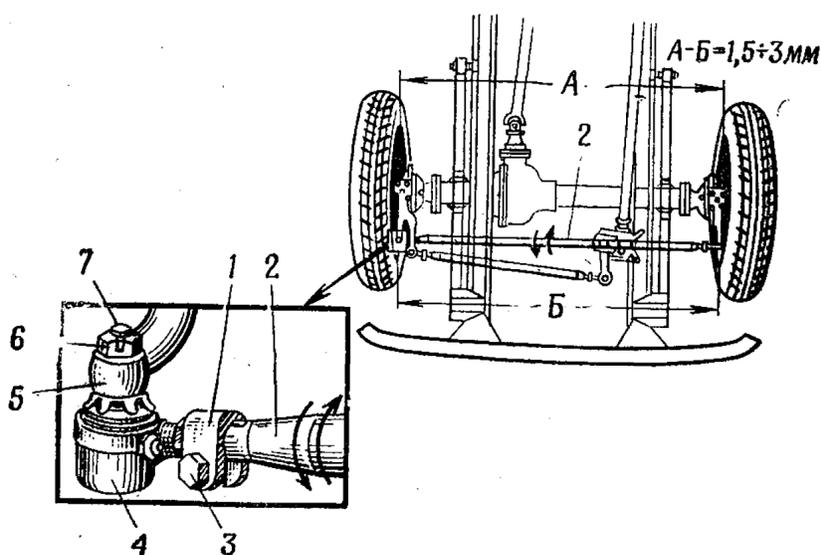

Рис. 41. Тяга рулевой трапеции с наконечником в сборе:
2. Расшплинтовать и отвернуть гайку 6 (рис. 41) крепления тяги 2 рулевой трапеции к рычагу 5 правого поворотного кулака	Ключ 22—24; молоток АЗ; плоскогубцы 150